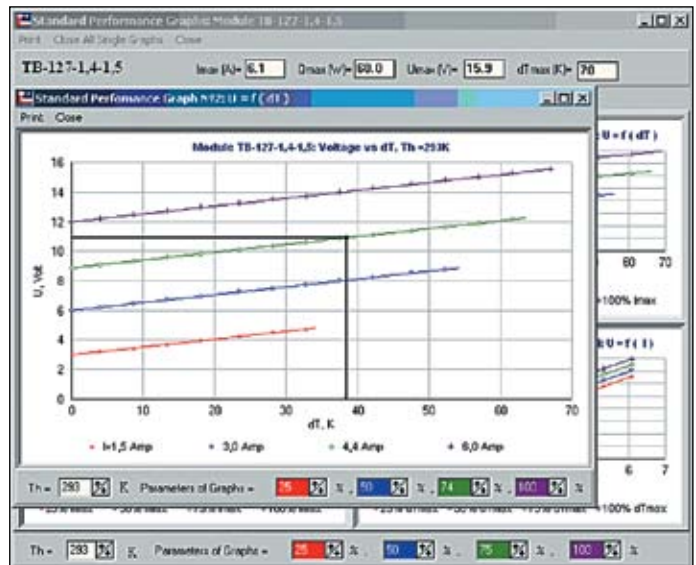

Рис. 10. Определение напряжения питания, соответствующего выбранным режимам ($dT = 38 \text{ K}$, $I = 0,74I_{max}$)
5. С помощью стандартного графика № 2 (или стандартного графика № 4) находим напряжение, которое соответствует току $I = 4,4 \text{ А}$ и разности температур $dT = 38 \text{ К}$. Это напряжение равно $U = 10,9 \text{ В}$ (рис. 10).